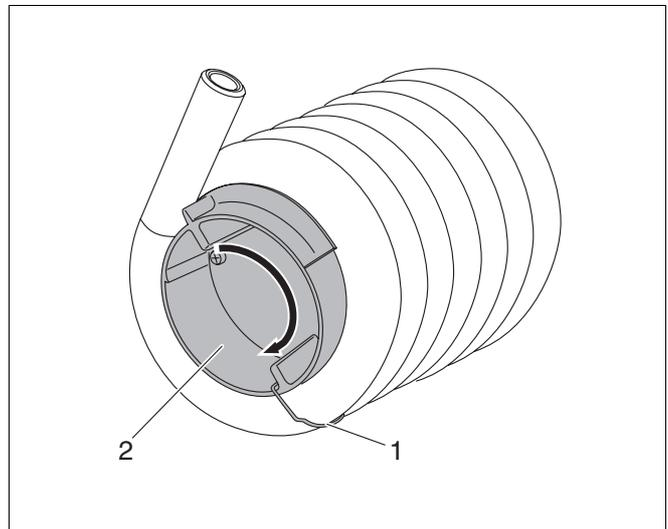

Fig. 43 Démontez la conduite de détour
- Démontez la conduite de détour (fig. 43, pos. 2) pour fumées de combustion située au dessous de l'échangeur de chaleur. Pour ce faire, enlever la goupille de blocage (fig. 43, pos. 1) et dévisser la conduite de détour.